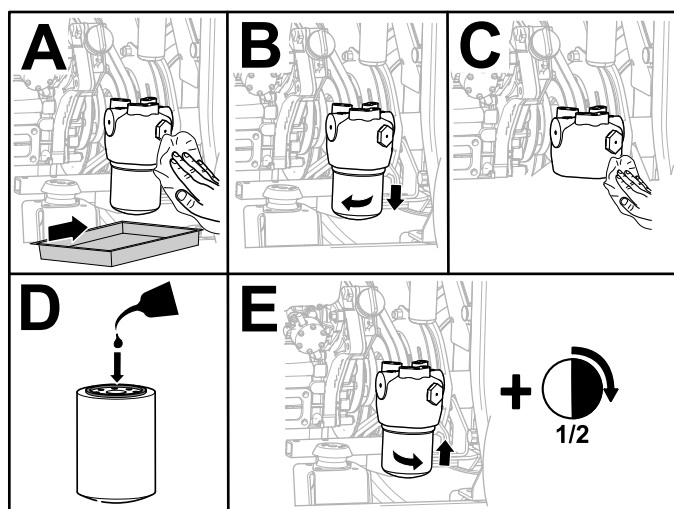

Рисунок 102
6. Замените гидравлический фильтр, как показано на Рисунок 102.